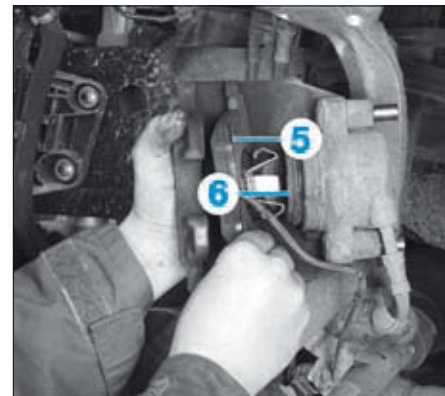

FIG. 5
- Retirer la plaquette intérieure (5) du piston (6) (Fig.5).